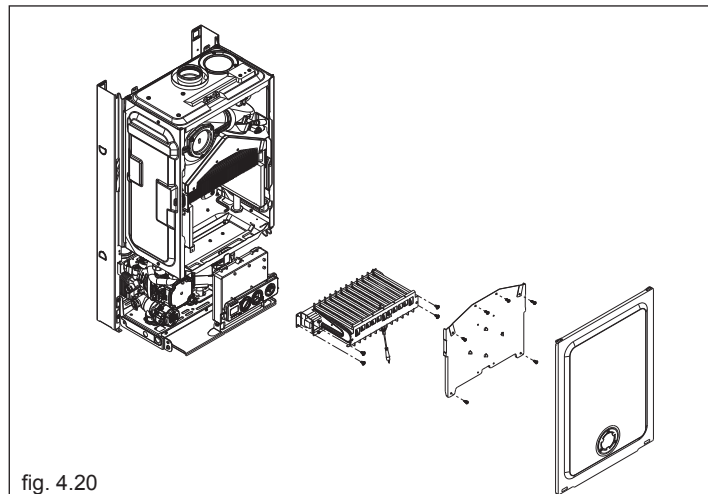

fig. 4.20
- rimuovere in successione: mantello, coperchio cassa aria e coperchio camera di combustione (fig. 4.20)